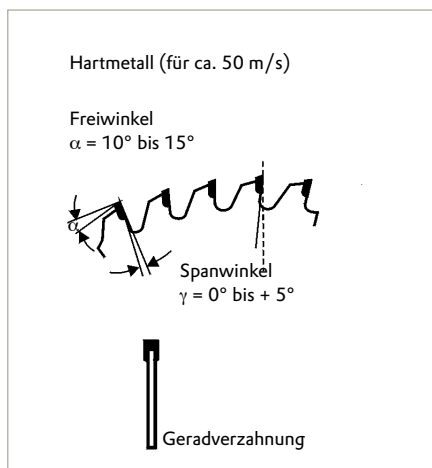

Abb. 6a: Vielzahnsägeblatt
6.2 Am besten geeignet sind alle **hochtourigen** Kreissägen mit einer Schnittgeschwindigkeit von ca. 50 m/sec. Werkstoffgerecht ist ein **ungeschränktes Vielzahnsägeblatt mit Hartmetallschneiden** (Abb. 6a).